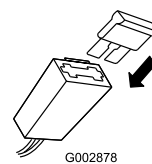

Figura 10
2. Instale el fusible en el portafusibles (Figura 10).